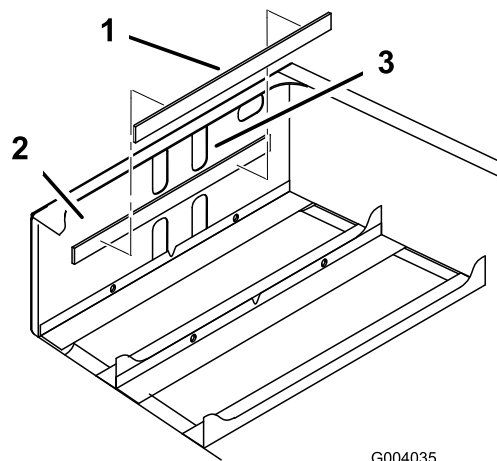

**Figura 4**
2. Montate i supporti del vassoio delle batterie all'interno del telaio posteriore, come illustrato Figura 4.